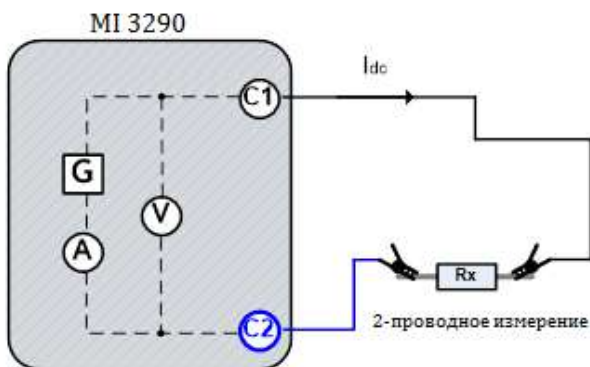

Рисунок 11.50: Пример измерения сопротивления проводников током 7 мА.
- Соберите схему согласно рис. 11.50.